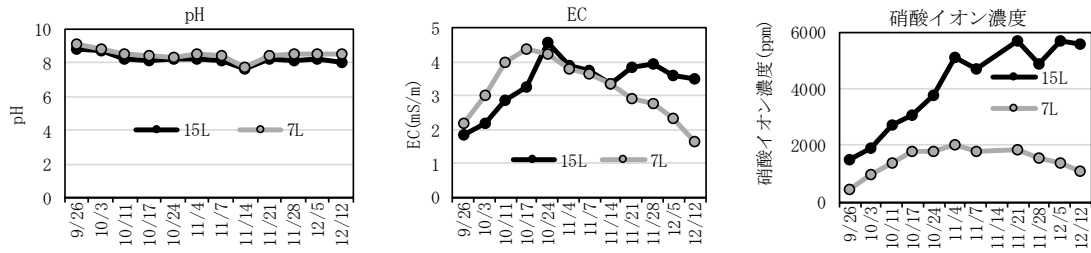

図1 培地中のpH、EC、硝酸イオン濃度の推移
1. 貯留液のpHの推移を見ると15 L区と7 L区で差はなかった(図1)。EC値は生育前期は7 L区、後半は15 L区で高かった。硝酸イオン濃度は15 L区で高く推移した。